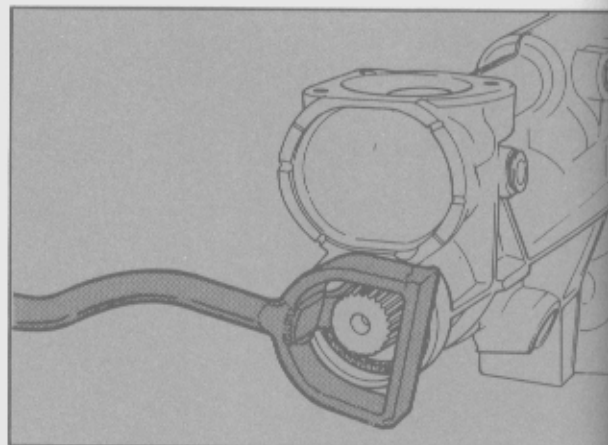

Fig. 52 - Extracción del retén de aceite.
- Retirar el retén de aceite utilizando la herramienta especial T81A-4676-BAS (Fig. 52)